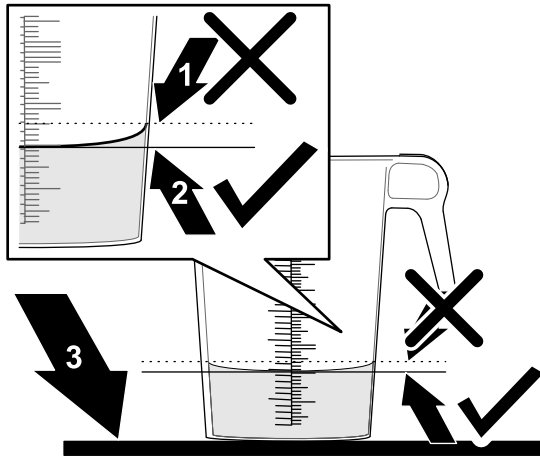

Figure 47
6. Placez le récipient gradué sur une surface plane et horizontale, et notez le volume de liquide (Figure 47).